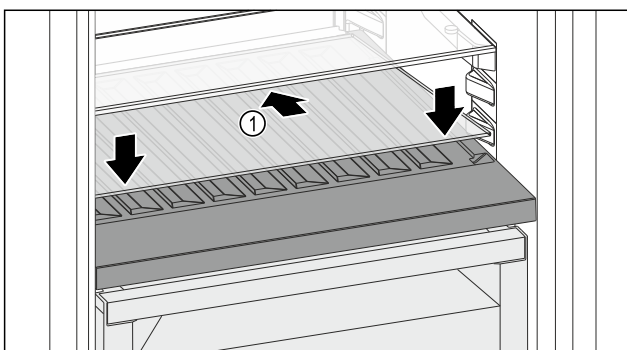

Fig. 149
- Placer la plaque de verre Fig. 149 (1) en biais et inclinée vers le bas.
- Abaisser l'avant de la plaque de verre Fig. 149 (1).